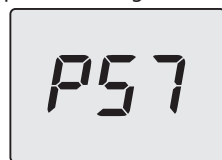

Figura 5.28
- Scorrere i vari parametri utilizzando i tasti 14 (indietro) o 16 (avanti) fino a far apparire sul display LCD le lettere **P57** che si alternano con il valore del parametro (Figura 5.28).